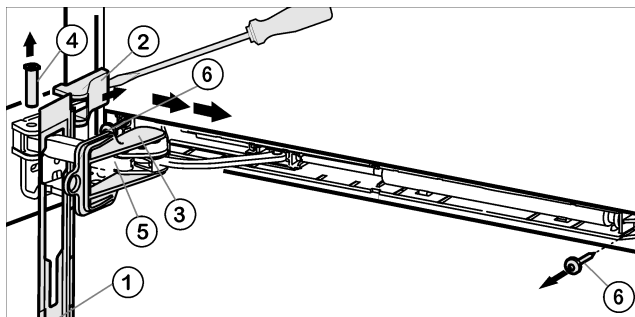

Fig. 5
- Pousser le panneau au-dessus de l'étrier de l'amortisseur Fig. 5 (5) vers l'avant, en direction de l'appareil.
- Encliqueter le dispositif d'arrêt Fig. 5 (3) dans le trou longitudinal.
- Soulever le cache Fig. 5 (2) par le côté extérieur à l'aide du tournevis et l'enlever vers l'extérieur.
- Chasser le pivot Fig. 5 (4) par le bas.
- Pousser l'étrier de l'amortisseur Fig. 5 (5) en direction de la porte.
- Ôter le panneau Fig. 5 (1).
- Dévisser l'ensemble de l'unité de l'amortisseur de fermeture (2 vis Torx® 15) Fig. 5 (6).